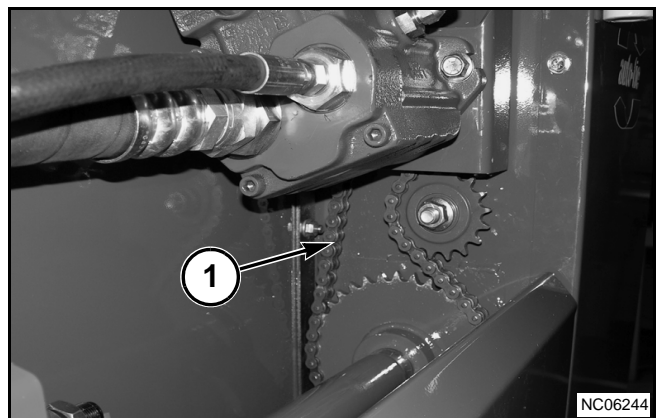

FIG. 2
FIG. 2: La cadena de impulsión de la bomba (1) (si se incluye) es una cadena con sellos de aro tórico. Debido a los sellos de aro tórico, la lubricación sólo se puede aplicar en la parte exterior de la cadena. Sólo hace falta lubricar el exterior para impedir que se oxide.